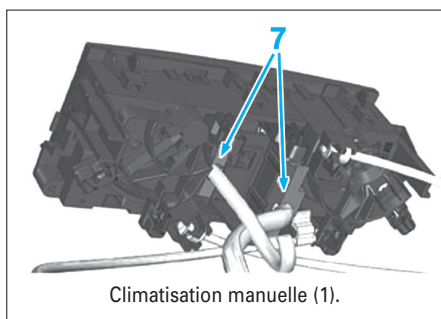

Fig. 9a
- Débrancher les connecteurs et /ou les câbles de commande (7) selon équipement du véhicule (Fig.9a, 9b et 9c).